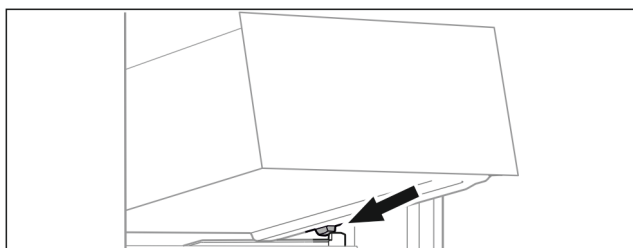

Fig. 91
- Placer le tiroir, en l'inclinant, derrière les butées sur la nervure de récipient. (voir Fig. 91)